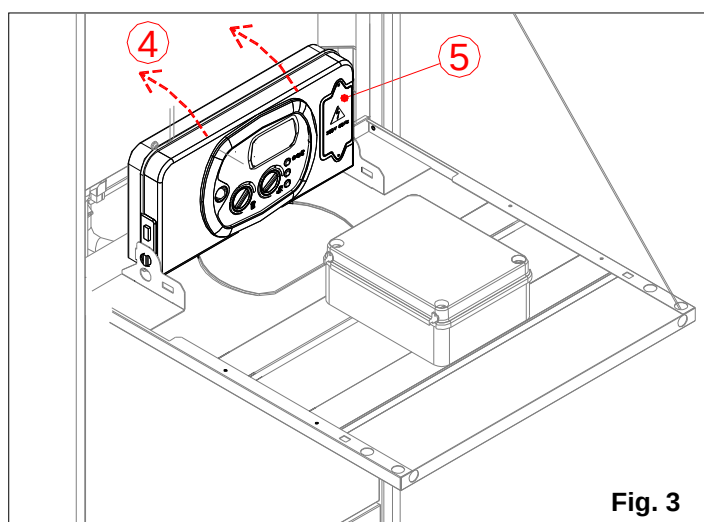

Fig. 3
- d. alzare il pannello ruotandolo verso l'alto ④ (fig. 3);
⚠ Assicurarsi di rispettare l'allineamento e le distanze predefinite tra gli elettrodi e il corpo del bruciatore, pena il riscontro di problemi di accensione (vedi fig. 3 - distanza tra elettrodi e bruciatore: 8 mm elettrodi accensione; 9 mm elettrodo rivelazione).